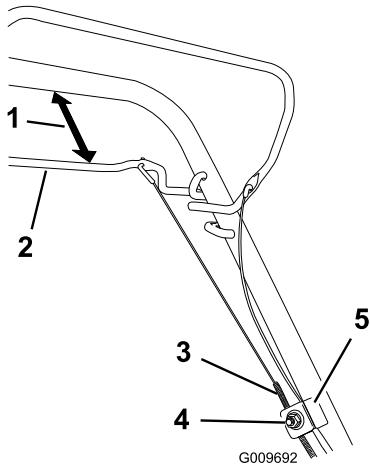

Figura 33
- Afloje la tuerca del soporte del cable (Figura 33).
- Sujete la barra de la transmisión autopropulsada a una distancia de 25 a 38 mm del manillar (Figura 33).
- Tire hacia abajo de la cubierta del cable (hacia la máquina) hasta eliminar la holgura en el cable (Figura 33).